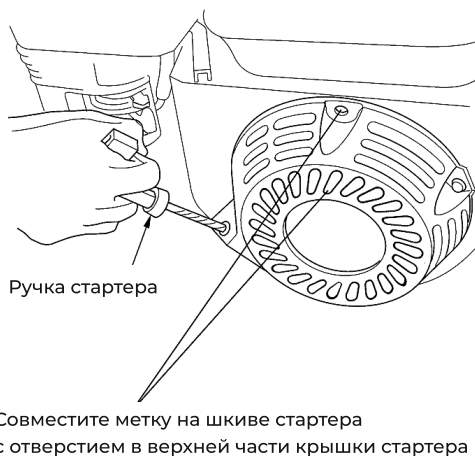

Рис. 11
- Потяните за рукоятку стартера до тех пор, пока вы не почувствуете сопротивление. Продолжайте тянуть рукоятку стартера до тех пор, пока отметка на шкиве стартера не совпадет с отверстием на кожухе стартера (рис. 11). В этом положении впускной и выпускной клапан двигателя закрыты. Таким образом, вы предохраните двигатель от внутренней коррозии.